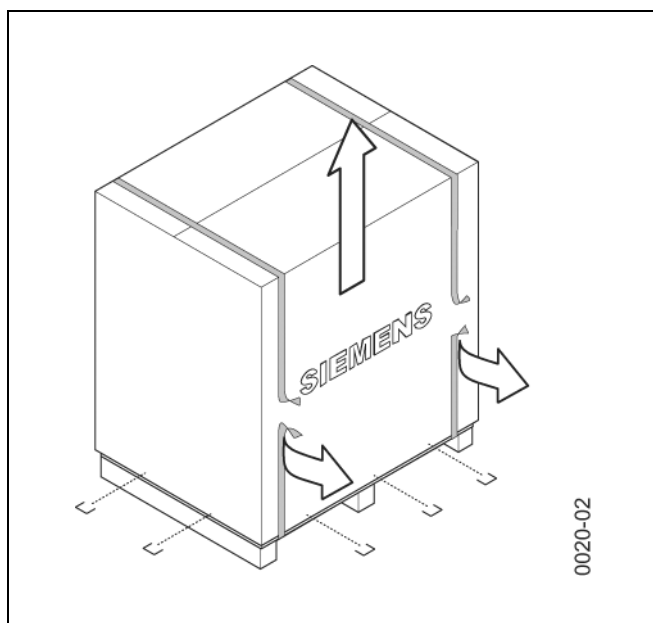

Fig. 2 Remover as fixações da caixa de cartão
- Remover os grampos da caixa de cartão e levantar esta última (consultar fig. 2).